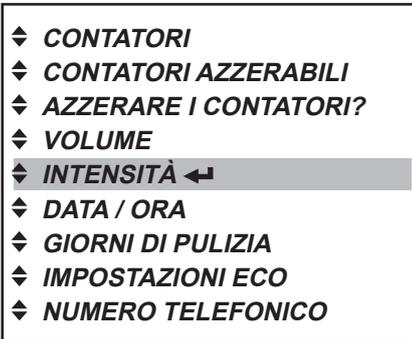

Fig. 36
1. Premere il tasto INVIO , richiamare il menu «INTENSITÀ» (fig. 36).